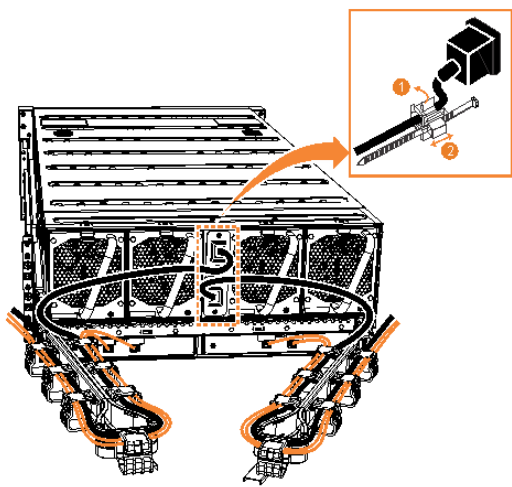

图 139. 固定电源线
2. 将电源线固定在机柜后部的每个电源接口上的电缆固定器中，如第 111 页的图 139 中所示。另外，请确保沿着电缆管理臂之一安装每根电缆。电缆管理臂也支持 SAS 电缆。